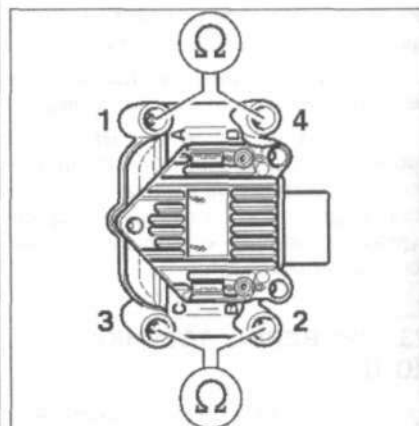

Рис. 4.51. Проверьте сопротивление между четырьмя клеммами: цилиндр 1 и цилиндр 4, цилиндр 2 и цилиндр 3.
18. Проверьте сопротивление между четырьмя клеммами: цилиндр 1 и цилиндр 4, цилиндр 2 и цилиндр 3 (рис. 4.51). **Спецификационное сопротивление:** 4-6 кОм (при 20 °C).